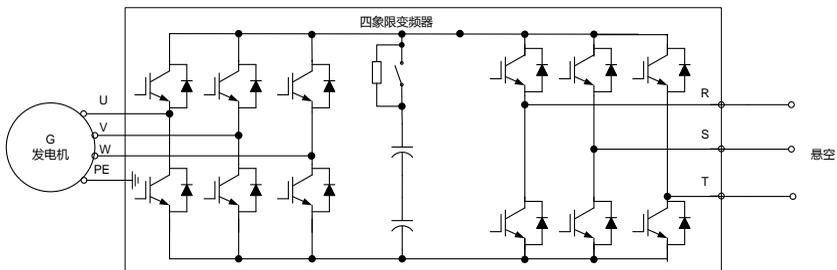

图 4.8 永磁同步电机调试拓扑图
1. 参考图 4.8 接线，发电机连接四象限变频器 R、S、T 端子，U、V、W 端子悬空，确保接线正常；